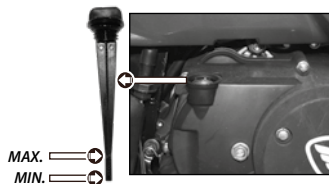

Imagen 15. Tapón-bayoneta del cárter.
2. Localizar el tapón-bayoneta del cárter en la parte inferior derecha de la **AT110_{RT}** (ver imagen 15).